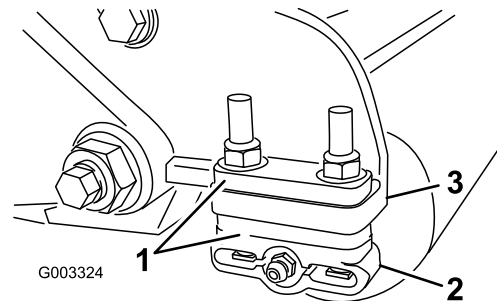

Figura 14
1. Ajuste los soportes del rodillo trasero (Figura 14) al intervalo de alturas de corte deseado colocando la cantidad necesaria de espaciadores debajo de la brida de montaje de la chapa lateral (Figura 14), según lo indicado en la Tabla de alturas de corte.